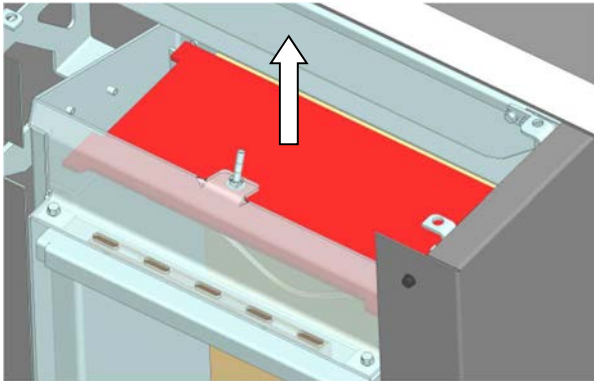

Abb. 45: Entnahme obere Umlenkplatte
1. Obere Umlenkplatte anheben und entfernen (Abb. 45).